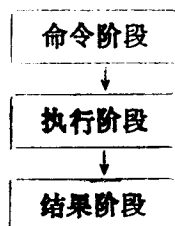

图 4—13 μ PD765命令的操作过程
B. μ PD765 执行过程: μ PD765 作为系统与软盘驱动器之间的接口器件, 从 CPU 接受命令, 执行 CPU 或 DMA 传送操作, 并将执行结果送回 CPU。 μ PD765 可以执行 15 种不同的命令, 为便于描述各命令的全部执行过程, 把 μ PD765 的命令操作分为三个阶段。如图 4—13 所示。